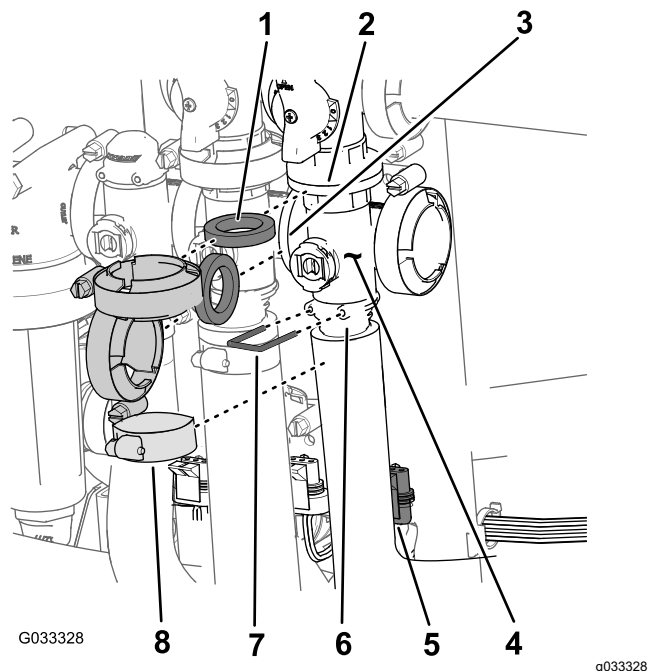

Figura 71
1. Rimuovete i morsetti e le guarnizioni che fissano il collettore della valvola di sezione principale (Figura 71) alla valvola di bypass di sezione principale, alla valvola dell'agitatore e alla valvola del collettore di sezione principale (all'estremità del flessibile del flussometro).
2. Rimuovete il fermo che fissa il raccordo di uscita al collettore per la valvola di sezione principale (Figura 71).